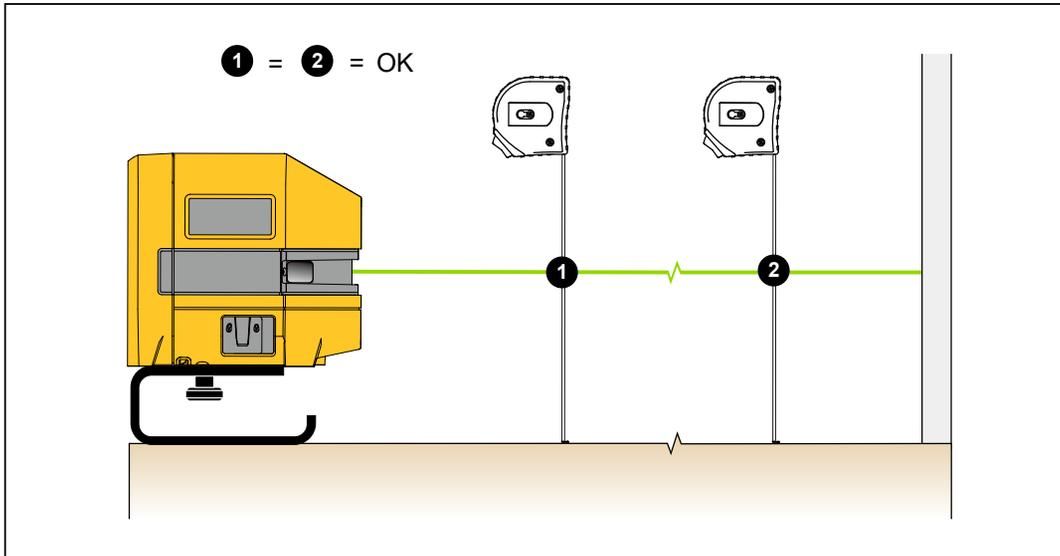

Figura 3. Alinhar um item existente
3. Meça a distância do item para o laser em diversas distâncias do produto. Veja a Figura 3.